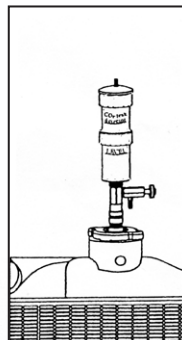

Fig. 4
6. Följ tillvägagångssättet som beskrivs i fig. 4, dock utan att pumpa luft med gummiblåsan. Låt ångan automatiskt komma ut från kylaren för att sedan blandas med indikeringsvätskan.